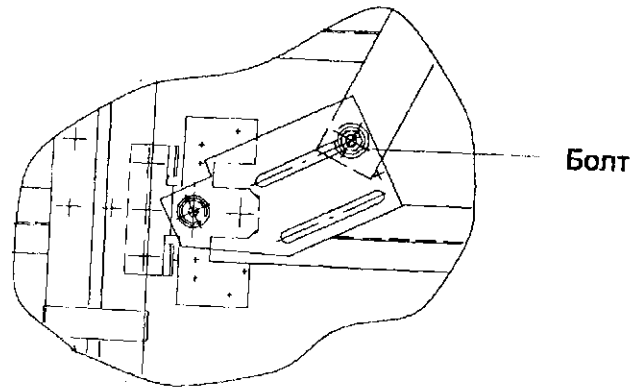

Рис. 7 Соединение большого и малого дверных рычагов
1. Ослабить болт крепления малого рычага к большому. См. Рис. 7